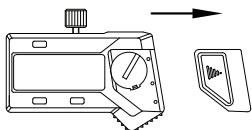

fig.1
1. Instale a bateria:---Remova a tampa da bateria (fig. 1)